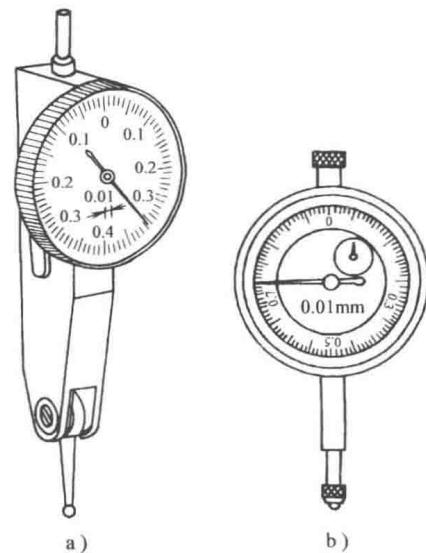

图 1-21 指示表
(5) 指示表的用途 指示表主要用于检测工件的形状和位置公差。有钟表式和杠杆式两种，如图 1-21 所示。